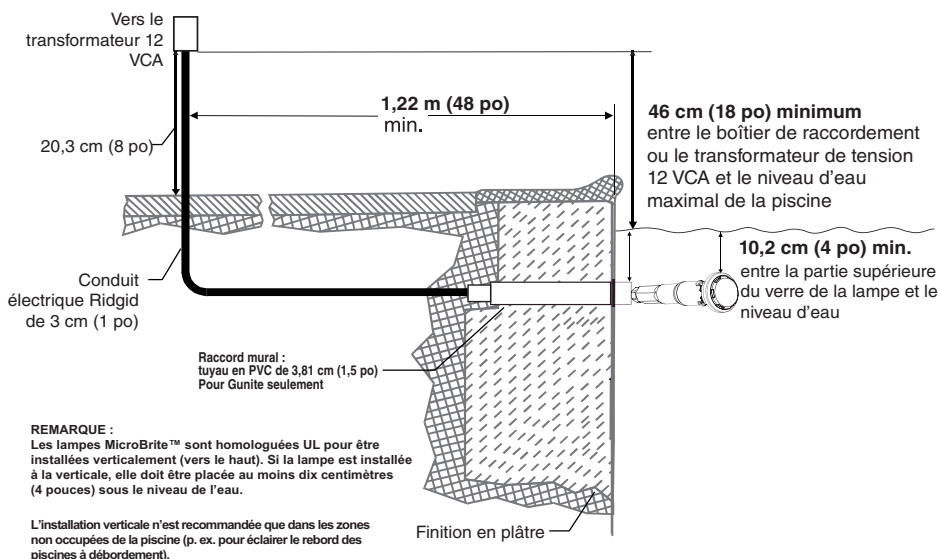
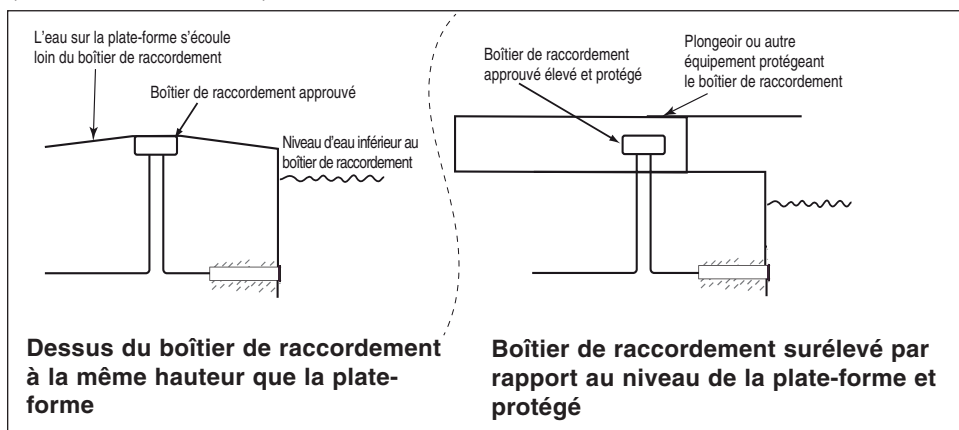

Figure 1.
Figure 2, Canada.
**AVANT DE COMMENCER :** Les informations qui suivent décrivent les tâches qui doivent être effectuées par un électricien *avant* l'installation du raccord mural. Voir Figure 1.
- Le boîtier de raccordement et le transformateur basse tension se situent à au moins quatre (4) pouces (10,16 cm) au-dessus du niveau du sol ou de huit (8) pouces (20,3 cm) au-dessus du niveau d'eau maximal, selon le plus élevé. Placez le boîtier de raccordement à au moins 48 po (1,22 m) du bord de la piscine. Voir Figure 1.
- Le boîtier de raccordement installé à la plate-forme doit être scellé au conduit pour empêcher l'eau de s'infiltrer (voir la figure 2 ci-dessous).
2. Coupez le surplus de câble au transformateur de 12 VCA ou au boîtier de raccordement. Laissez au moins 15,2 cm (6 po) de câble dans le boîtier de raccordement ou le transformateur pour faciliter l'inspection de l'installation de la lampe dans le raccord mural. Coupez toute longueur de cordon supplémentaire. Voir la figure 1 à la page 4 pour connaître les étapes d'installation d'un boîtier de raccordement aux États-Unis et la figure 2 à la page 5 pour l'installation au Canada.
3. Branchez les deux (2) conducteurs aux fils du circuit correspondants dans le boîtier de raccordement. Fixez le couvercle du boîtier de raccordement.
- Le boîtier de raccordement et le transformateur basse tension se situent à au moins quatre (4) pouces (10,16 cm) au-dessus du niveau du sol ou de huit (8) pouces (20,3 cm) au-dessus du niveau d'eau maximal, selon le plus élevé. Placez le boîtier de raccordement à au moins 48 po (123 cm) du bord de la piscine. Voir Figure 1 à la page 4.
- Le raccord mural de la lampe MicroBrite doit être installé de façon à ce que le bord supérieur du verre de la lampe MicroBrite soit situé au moins 10,16 cm (4 po) plus bas que la surface de l'eau de la piscine ou du spa, mais pas plus de 123 cm (48 po) au Canada. Voir Figure 2 à la page 5.